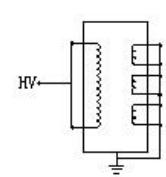

图 6-2 PT 接法
(2) : 反接法、电压为 2KV、一次侧对二次侧及地、接线见图 6-2